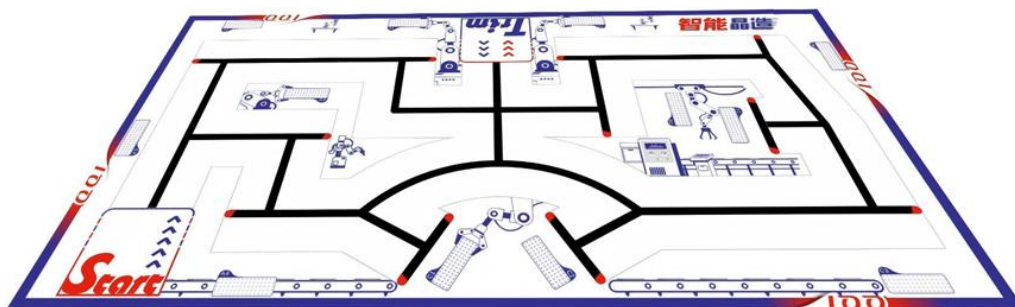

图 1：示意场地图
1. 场地图采用彩色喷绘布，尺寸为 2400mm×1200mm，如图 1 所示。